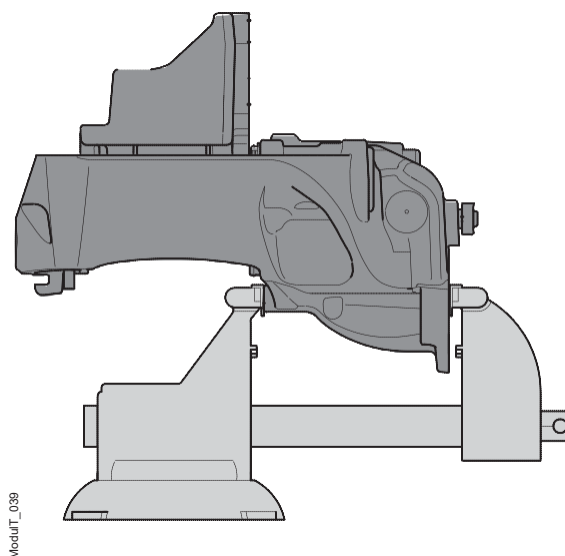

Figura 48. Arranjo de fixação para substituição do conjunto da função de deslizamento
1. Fixe a pinça de freio firmemente em uma morsa com mordentes macios. Consulte a figura 48 para obter o arranjo de fixação. Certifique-se de que os mordentes da morsa não danifiquem a pinça de freio.